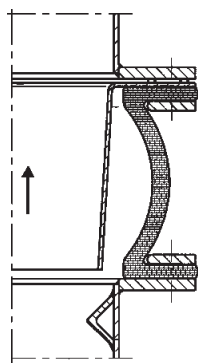

Bild 3 / Picture 3
- Innenschutzrohr / Leitblech sollte in waagerechten Leitungen immer in Medium-Strömungsrichtung liegen. In senkrechten oder schrägen Leitungen kann es zweckmässig sein, das Leitblech entgegen der Strömungsrichtung anzuordnen, um ein Anfüllen des Zwischenraumes zwischen Kompensator und Leitblech mit z.B. Staub oder Kondensat zu vermeiden. In diesen Fällen sollte ein Prallblech kurz vor dem offenen Leitblechende angeordnet werden. (Bild 3)